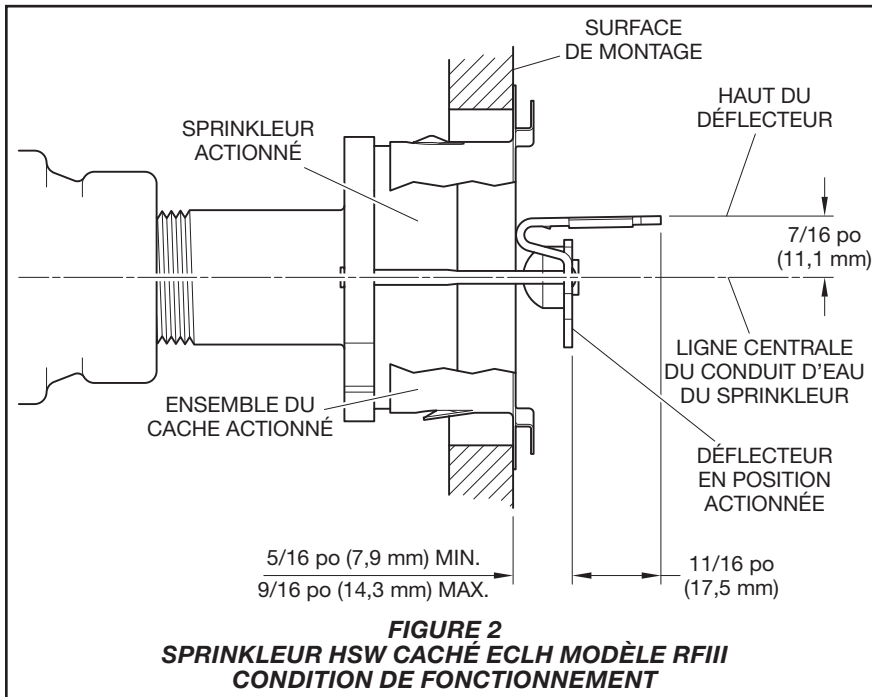

FIGURE 2
- La ligne médiane du conduit d'eau du sprinkleur est située à 7/16 po (11,1 mm) sous le déflecteur (voir la figure 2).
Lorsqu'il est exposé à la chaleur d'un feu, le cache, qui est soudé à la bague de retenue en trois points, tombe pour exposer l'ensemble du sprinkleur (voir la figure 2). La soudure de liaison fond sous l'effet de la chaleur. Lorsque la température nominale est atteinte, la soudure fondue libère la liaison, activant le sprinkleur et permettant l'écoulement de l'eau.